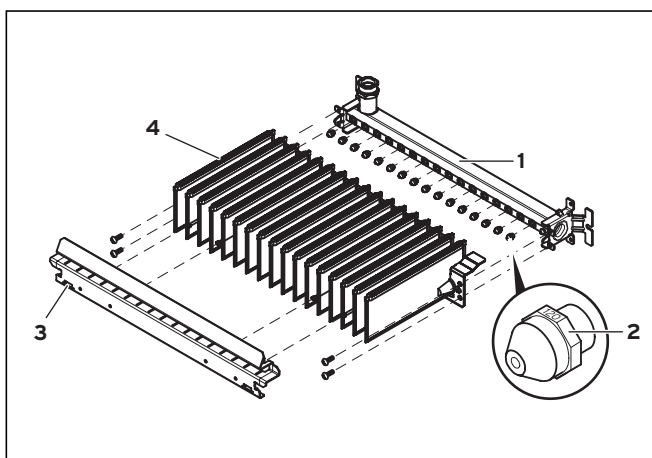

Fig. 6.3 Denominazione degli ugelli
- Controllare che siano stati applicati gli ugelli giusti, vedere Fig. 6.3. Denominazione degli ugelli. A questo scopo confrontare la denominazione degli ugelli montati con quella riportata nella tabella al paragrafo 10 Dati tecnici. Per fare questo può essere necessario smontare il bruciatore, vedere paragrafo 7.2 Pulizia del bruciatore.